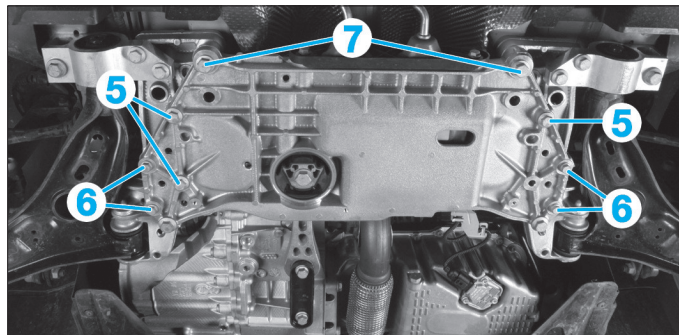

Fig. 18
- Desserrer les vis (5) du boîtier de direction et les vis (6) de la barre stabilisatrice (Fig.18).